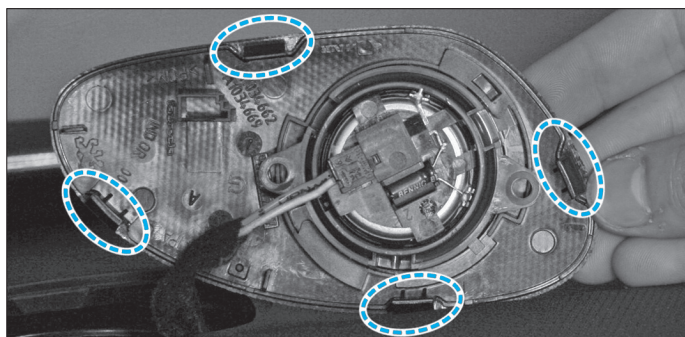

Fig. 50
• Déposer l'ensemble grille et tweeter du système audio (Fig.50).